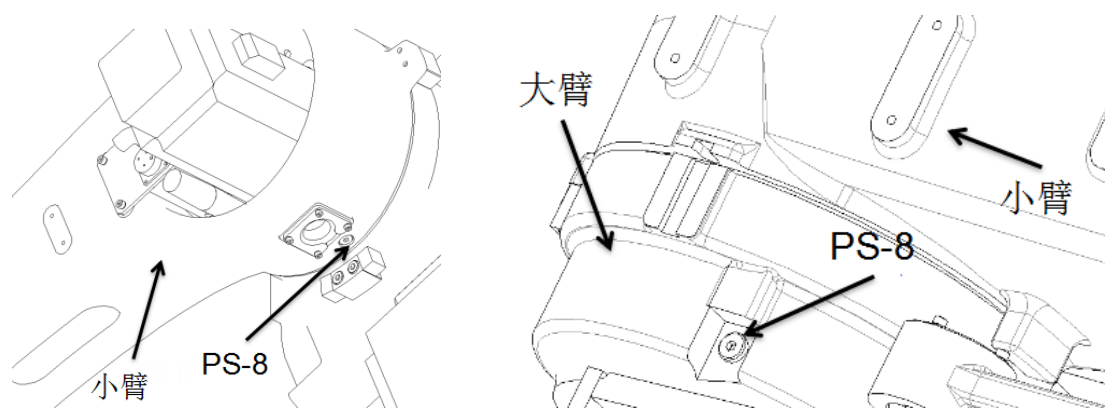

图 13 J3 轴减速机局部结构
(1) 油脂补充步骤（参考 图 13）
- ④ 安装排油口堵塞前，运动 J3 轴几分钟，使多余的油脂从排油口排出；
- ⑤ 用布擦净从排油口排出的多余的油脂，在排油口安装堵塞。堵塞的螺纹处要缠生胶带并用扳手拧紧。
(2) 油脂更换步骤（参考 图 13）